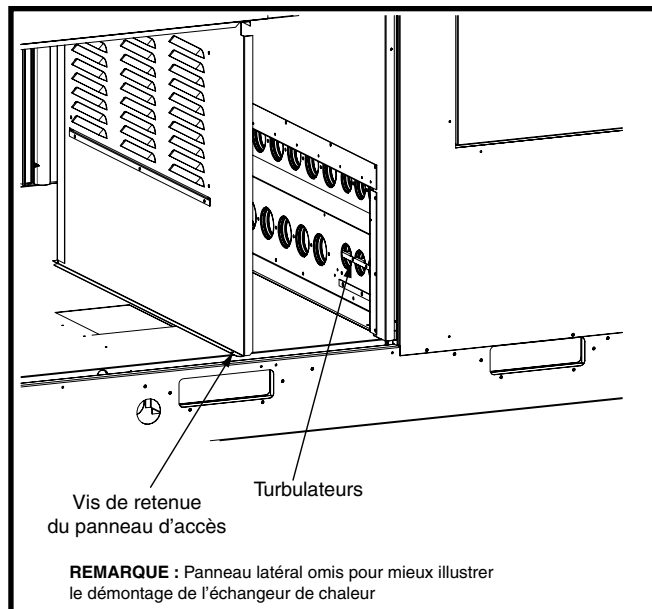

Figure 11. Démontage de l'échangeur de chaleur
Il est recommandé d'inspecter et de nettoyer ou remplacer les brûleurs périodiquement (au besoin) par un technicien de service qualifié pour garantir un fonctionnement sûr continu. Prêtez une attention particulière à toute détérioration causée par la corrosion ou par d'autres sources. S'il faut nettoyer les brûleurs, suivez les étapes ci-dessous. Voyez la Figure 11 \(page 18\) pour plus de détails.
- Débranchez les fils du robinet de gaz, de l'allumeur et du détecteur de flamme. Consultez la Figure 11 \(page 18\) pour l'emplacement du trou.
- Retirez les 3 vis de la porte d'accès du compresseur. Voyez la Figure 11.